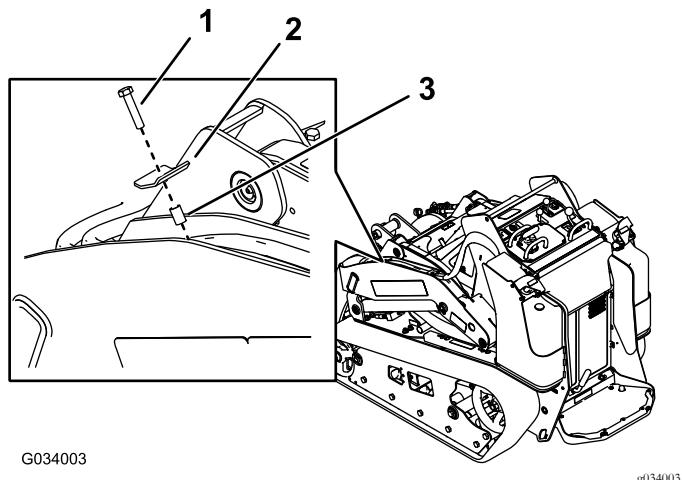

Figure 5
- Enlevez la plaque de maintien de flexible avant gauche (Figure 5).